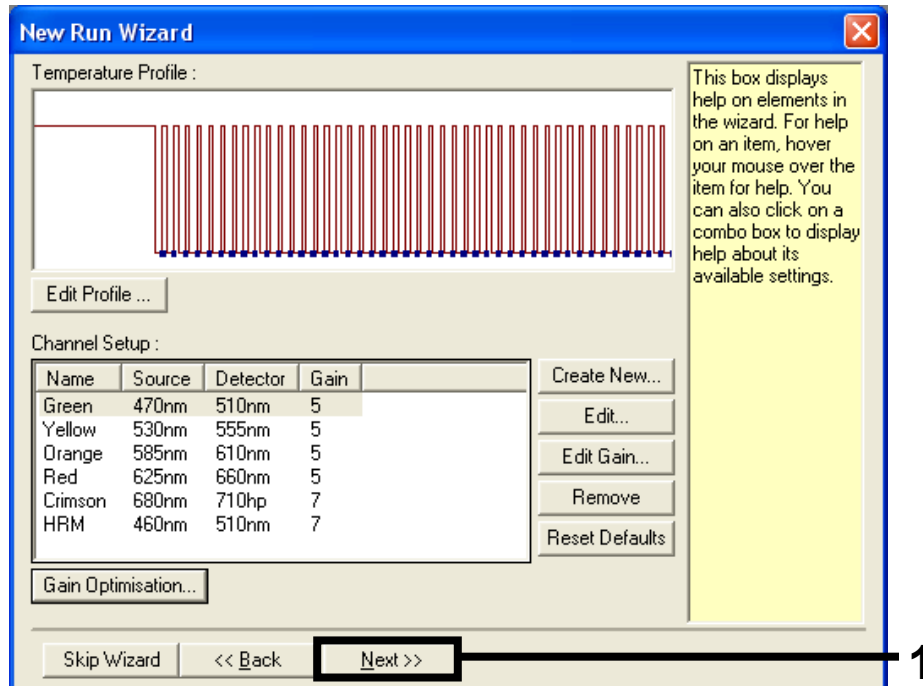

Ilustración 35. Cuadro de diálogo “New Run Wizard” (Asistente para series nuevas) y pantalla de edición de temperatura (1 = Botón “Next” [Siguiete])
4. La siguiente ventana permite editar el perfil de temperatura. No es necesario editar, porque el perfil de temperatura ya se ha creado según las instrucciones del apartado “Protocolo: creación de un perfil de temperatura”, en la página 60. Haga clic en “Next” (Siguiete) (ilustración 35).